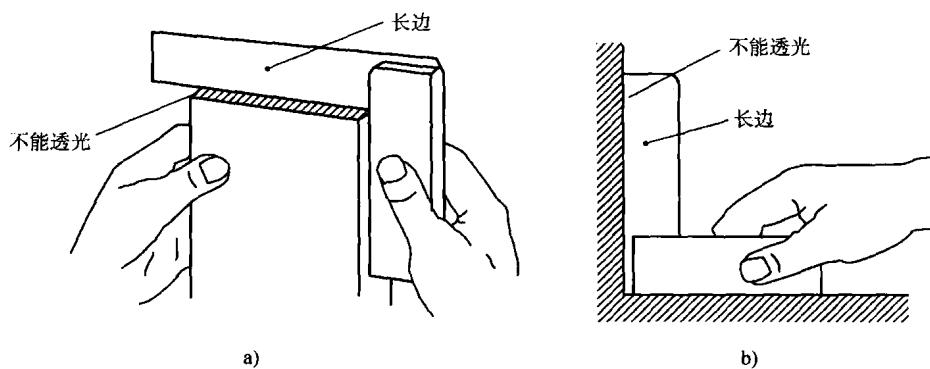

图 1-6 直角尺的正确使用方法
- 2) 用于检查零件的两个平面是垂直，包括内直角和外直角，如图 1-6 所示。
使用直角尺的方法如图 1-6 所示。检查时，直角尺托柄的内侧要紧紧地贴着精加工过的表面，让长边稍微离开工件一点；手持工件对准亮处，然后把直角尺的长边降下来接触到被检查的表面，如图 1-6a 所示；如果两个表面是垂直的，则长边和被检查的表面之间不能透光。